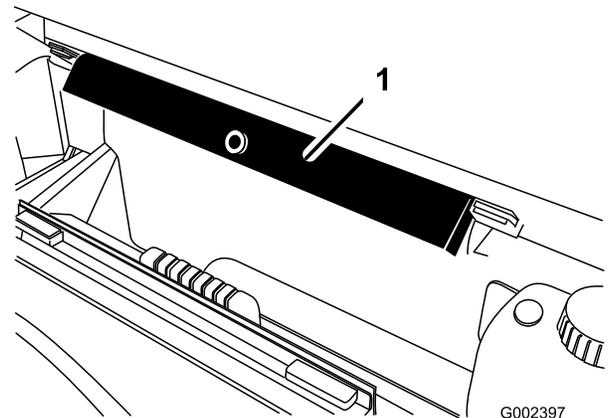

Figura 46
6. Retire o suporte da plataforma dos suportes existentes na parte de trás do painel do sistema ROPS (Figura 46).